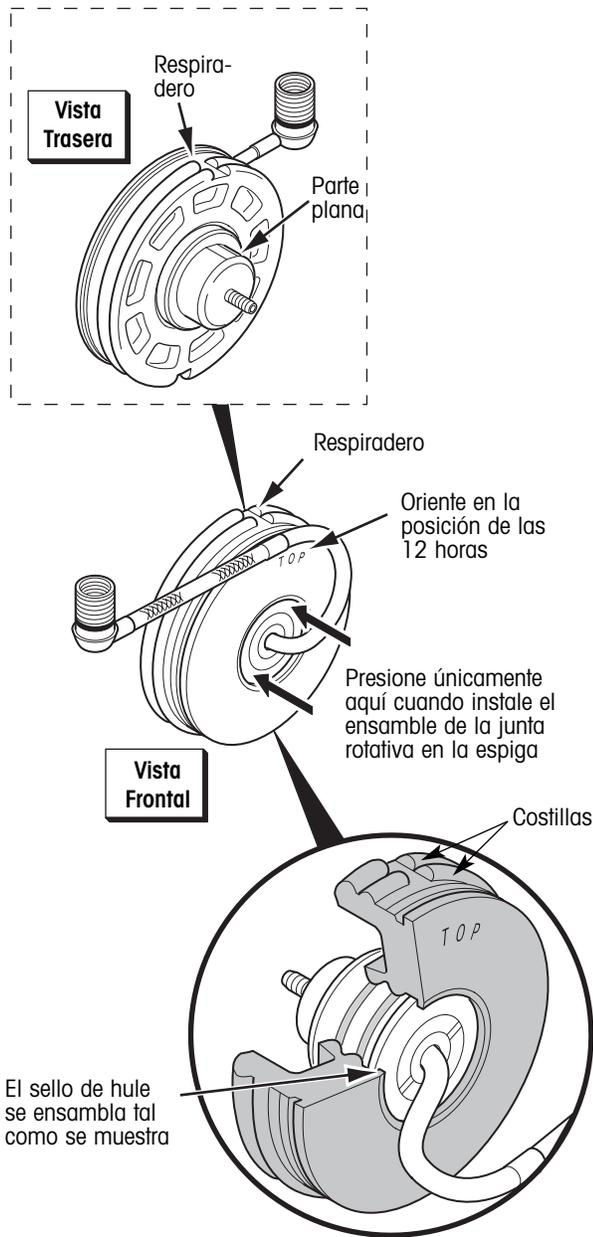

Figura 35. Ensamble de la junta rotativa
1. Si es necesario, ensamble la junta rotativa en el sello de hule. Alinee el respiradero del hule con la parte plana de la junta rotativa (figura 35).
**⚠ PRECAUCION:** Cuando inserte el ensamble de la junta rotativa en el siguiente paso, no presione en el tubo de aire de acero. Cuidadosamente presione únicamente en la cara externa de la junta rotativa que hace contacto con el sello de hule (figura 35).